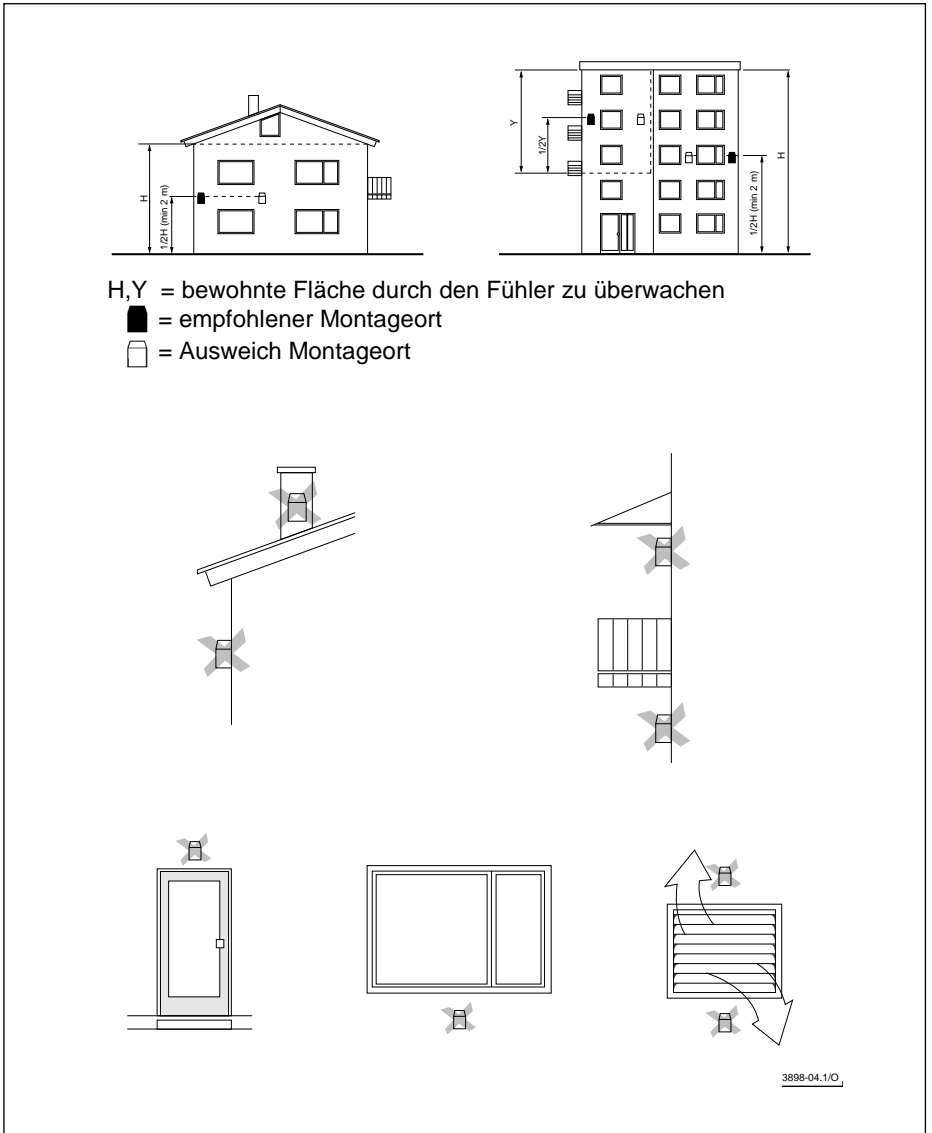

Bild 10
- Als geeignete Montagehöhe hat sich die (vertikale) Mitte der von der Anlage beheizten Höhe bewährt ($H \frac{1}{2}$ im Bild 10).